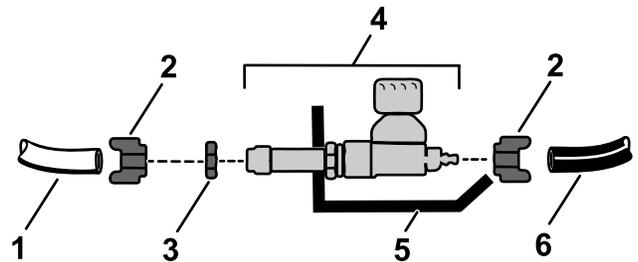

Figura 10
- Allentate e rimuovete i dadi di compressione dal corpo della valvola (Figura 10).
- Allentate e rimuovete il controdado dalla valvola (Figura 10).
- Utilizzate il controdado rimosso in precedenza per fissare la valvola al relativo supporto (Figura 10).
- Inserite il tubo blu e il tubo bianco in un dado di compressione (Figura 10).
- Fissate i tubi blu e bianco alla valvola avvitando il dado di compressione sulla valvola (Figura 10).